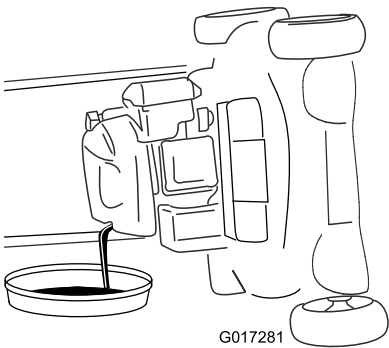

Figura 30
4. Ponga la máquina de lado (con el filtro de aire hacia arriba) para drenar el aceite usado del tubo de llenado de aceite (Figura 30).